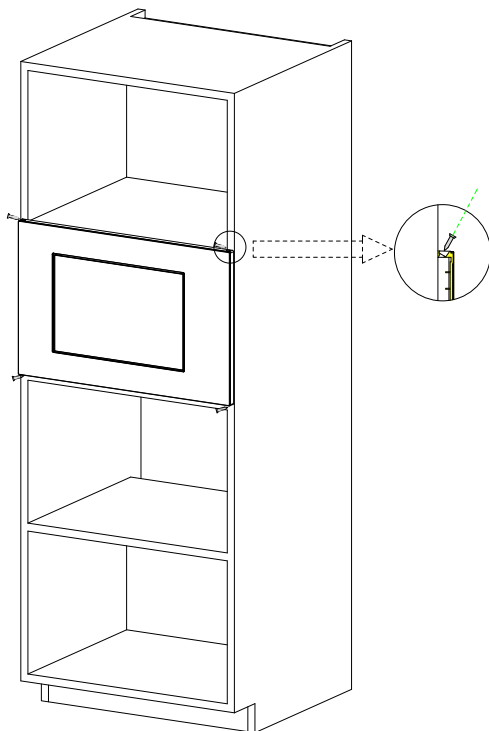

Fig.2
b) Poussez le four à micro-ondes jusqu'au fond. (Fig. 2)